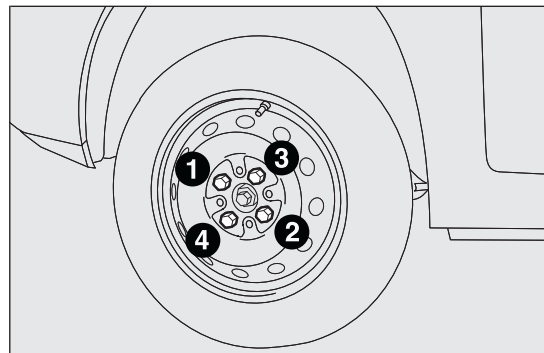

fig. 124
- ☐ con la llave suministrada, apretar a fondo los pernos, pasando alternativamente de un perno al diametralmente opuesto, siguiendo el orden numérico ilustrado en fig. 124 .